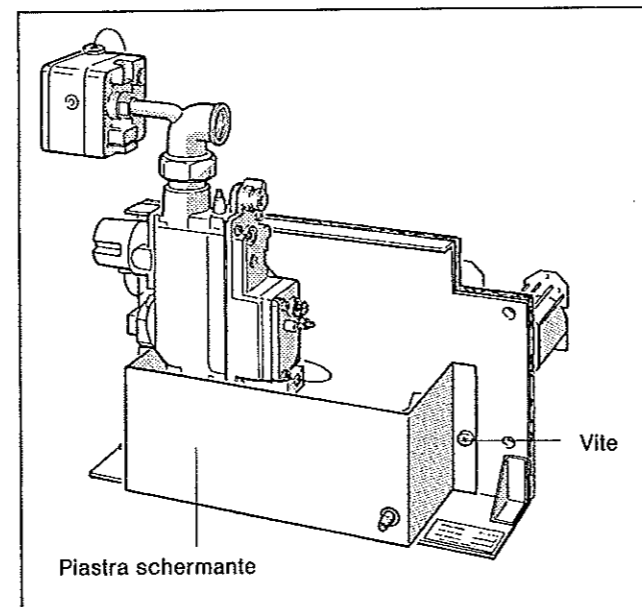

Fig. 34: Bruciatore a gas „Junkers“ CE 423 I, gas città
- In caso di adattamento dal gas di città: svitare la piastra schermante (Fig. 34).